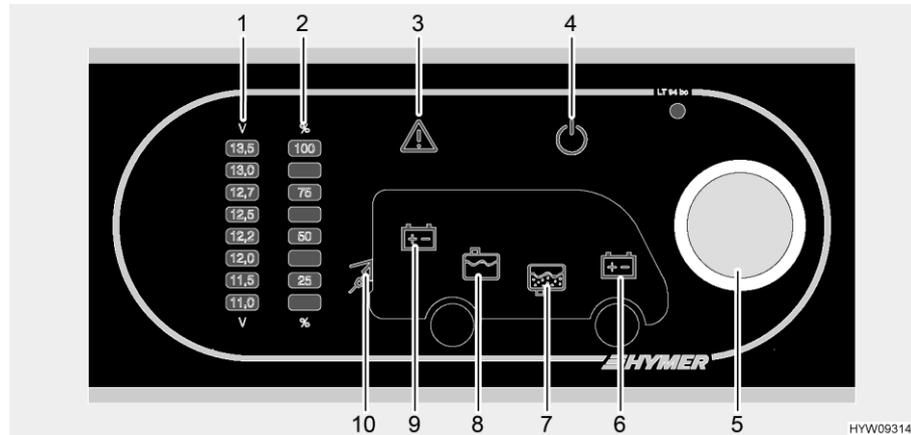

Fig. 105 Panneau de contrôle (LT 94)
Le bouton rotatif (Fig. 105,5) allume ou éteint le panneau de contrôle et l'alimentation 12 V de la cellule.
- Appuyer sur le bouton rotatif (Fig. 105,5) : L'alimentation 12 V de la cellule est assurée. Le voyant de contrôle 12 V (Fig. 105,4) est allumé.
- Appuyer sur le bouton rotatif (Fig. 105,5) : L'alimentation 12 V de la cellule est coupée. Le voyant de contrôle 12 V (Fig. 105,4) s'éteint.
Le bouton rotatif (Fig. 105,5) permet de s'informer sur la tension de la batterie de cellule ainsi que sur celle de la batterie de démarrage. La tension est indiquée sur le cadran de la tension de batterie (Fig. 105,1).
- Tourner le bouton rotatif (Fig. 105,5) jusqu'à ce que le symbole de la batterie dont on désire connaître la tension s'allume.
La tension de la batterie de cellule est indiquée (Fig. 105,9)
La tension de la batterie de démarrage est indiquée (Fig. 105,6)
- Relever la tension sur le cadran de la tension de batterie (Fig. 105,1).
Le bouton rotatif (Fig. 105,5) permet de s'informer sur le niveau du réservoir d'eau ainsi que sur celui du réservoir d'eaux usées. Le niveau est indiqué sur le cadran de niveau du réservoir (Fig. 105,2).
- Tourner le bouton rotatif (Fig. 105,5) jusqu'à ce que le symbole du réservoir dont on désire connaître le niveau s'allume.
Affichage du niveau de remplissage du réservoir d'eau (Fig. 105,8)
Affichage du niveau de remplissage du réservoir d'eaux usées (Fig. 105,7)
- Relever le niveau sur le cadran de niveau du réservoir (Fig. 105,2).
Le voyant d'alerte Alarme (Fig. 105,3) clignote dès que des seuils définis sont dépassés vers le haut ou le bas.
Le voyant d'alerte Alarme (Fig. 105,3) clignote dès que la tension de la batterie n'atteint plus 11 V. Quand l'alimentation 12 V est active, le symbole de batterie correspondant (Fig. 105,6 ou 9) est de plus allumé et l'affichage "11,0" clignote sur le cadran de la tension de batterie (Fig. 105,1). Menace de décharge profonde.
Le voyant d'alerte alarme (Fig. 105,3) clignote et le symbole de réservoir correspondant (Fig. 105,7 ou 8) s'allume dès que le réservoir d'eau est vide ou celui des eaux usées plein.
Le voyant de contrôle 230 V (Fig. 105,10) s'allume si l'arrivée du bloc électrique est sous tension de réseau.